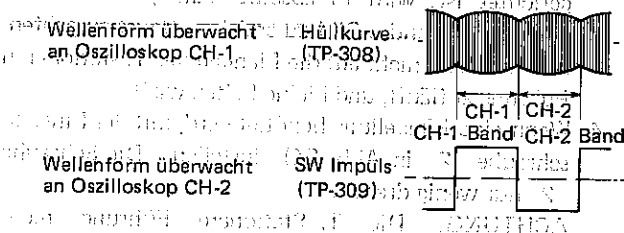

Abbildung 28.
2. Mit einem Schaltimpuls ansteuern und die Hüllkurve überwachen (Abbildung 28).